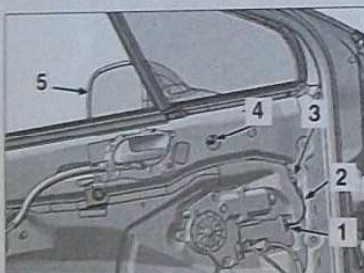

FIG. 27
Décliper et débrancher le connecteur (1) du faisceau (2) (Fig.27).